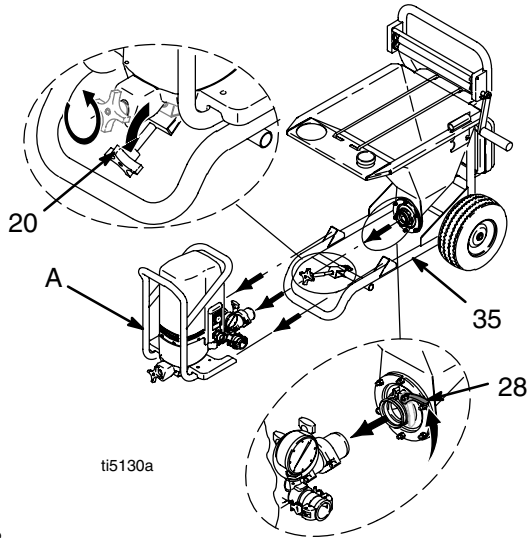

Fig. 8
3. Fig. 8. Loosen clamp rod (20).